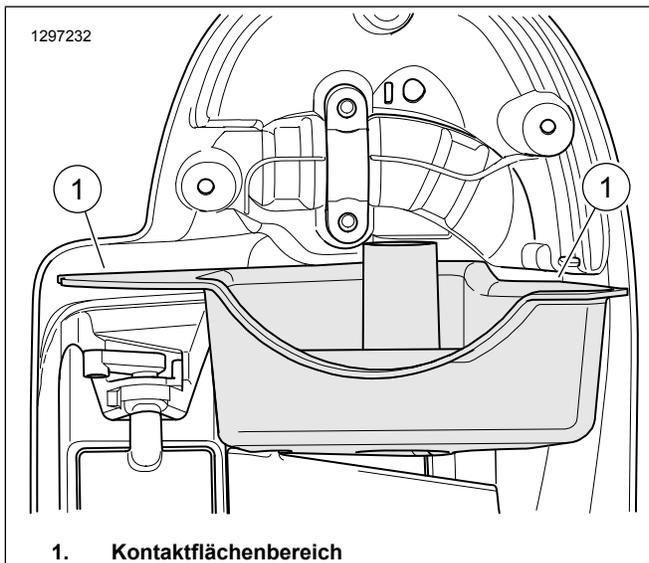

Abbildung 5. Dichtungspassfläche der unteren Verkleidung
6. Siehe Abbildung 5. Die Dichtungskontaktfläche (1) mit einem Gemisch aus 50–70 Prozent Isopropylalkohol und 30–50 Prozent destilliertem Wasser reinigen.